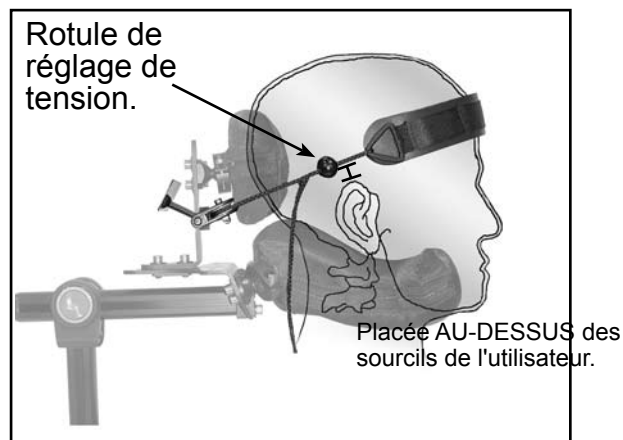

Fig. 4
Étape 3 (Fig. 3) - Réglage de l'angle de traction de la sangle frontale : Déplacez l'ensemble vers le haut ou vers le bas pour arriver à un sens de traction sur le front perpendiculaire à la pente du front (Fig. 4).